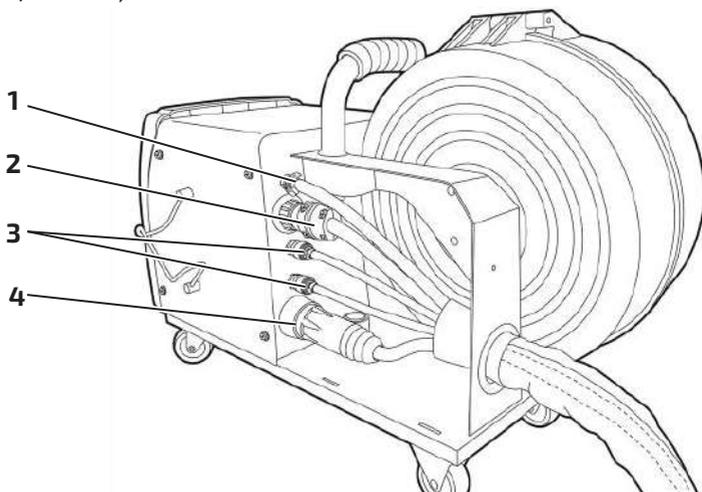

Рис. 8.2.1. Схема подключения подающего устройства.
1. Подключите силовые и управляющие кабели, газовые и водяные рукава к подающему устройству (см. рис. 8.2.1).